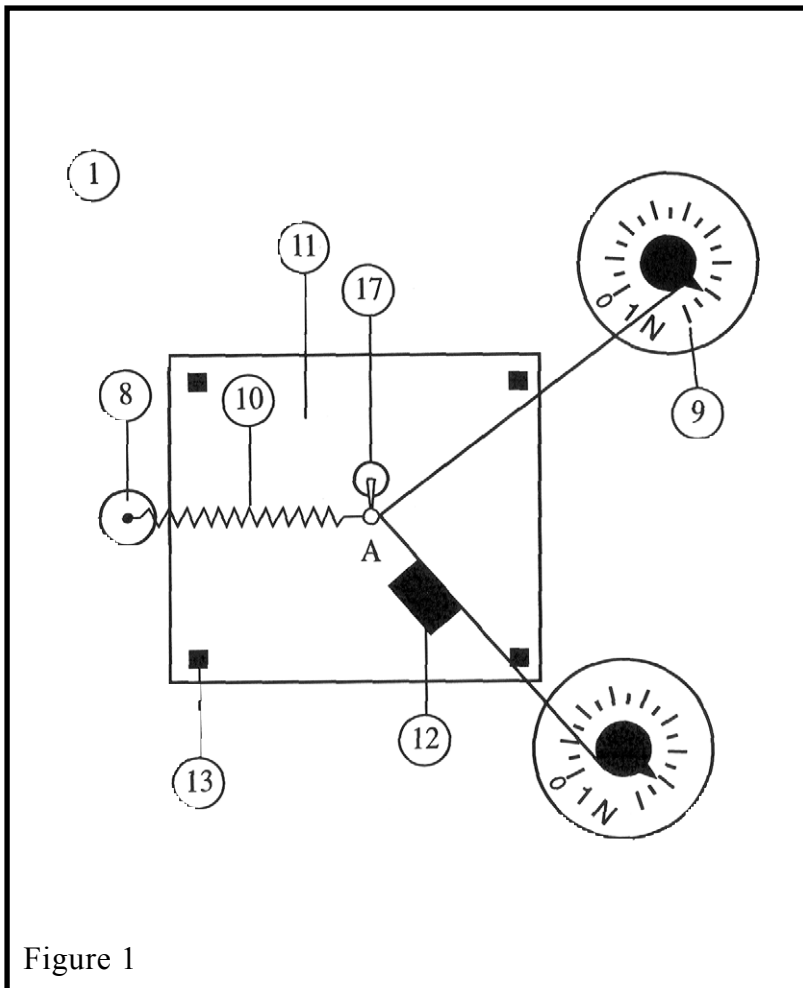

Figure 1
- 1) Je réalise le montage de la fig. 1 (les forces exercées peuvent être différentes de celles du schéma en intensité et direction). Je trace sur le calque les droites d'action des deux forces exercées sur l'anneau du ressort, à l'aide de l'équerre, et j'appelle A leur point d'intersection. Je nomme les forces : \vec{F}_1 et \vec{F}_2
- 2) A l'aide de l'index magnétique, je repère le centre de l'anneau (voir fig. 1)